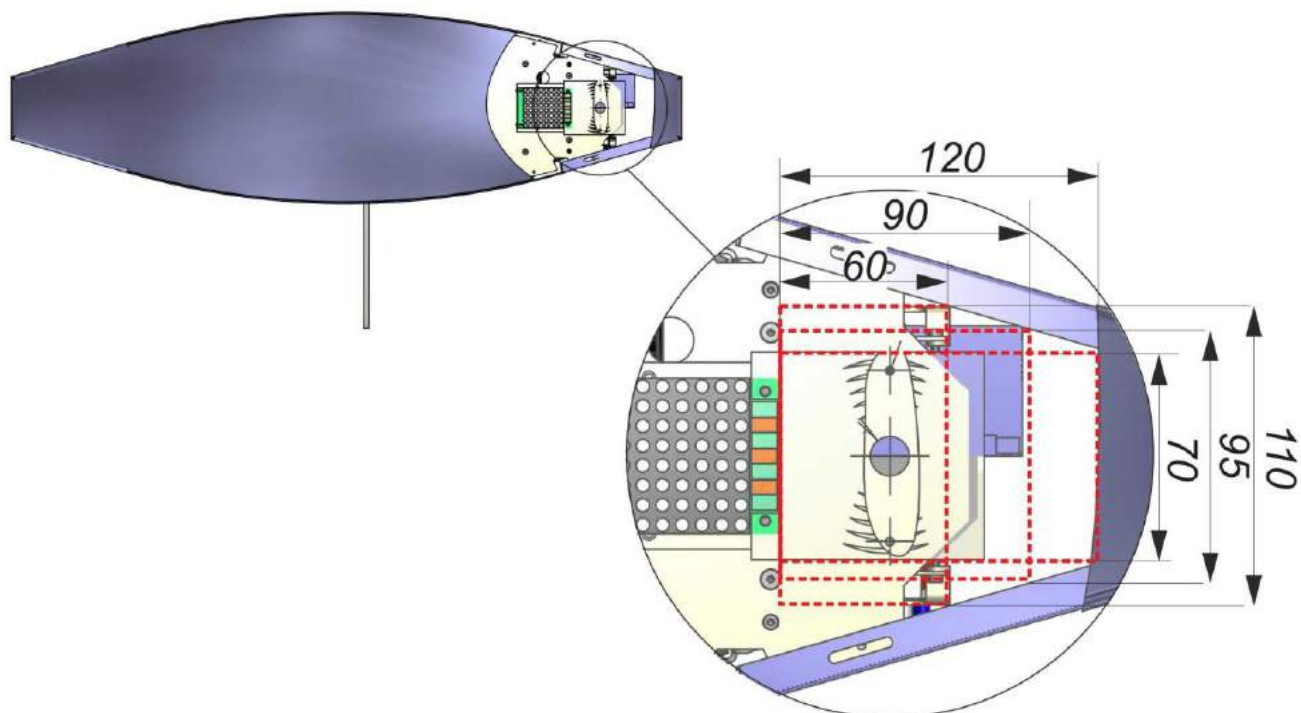

Рис. 18 - Схема установки считывателя
- Максимальные размеры устанавливаемого устройства считывания идентификационных карт - не более 80x80x25 мм (см.Рис.18);